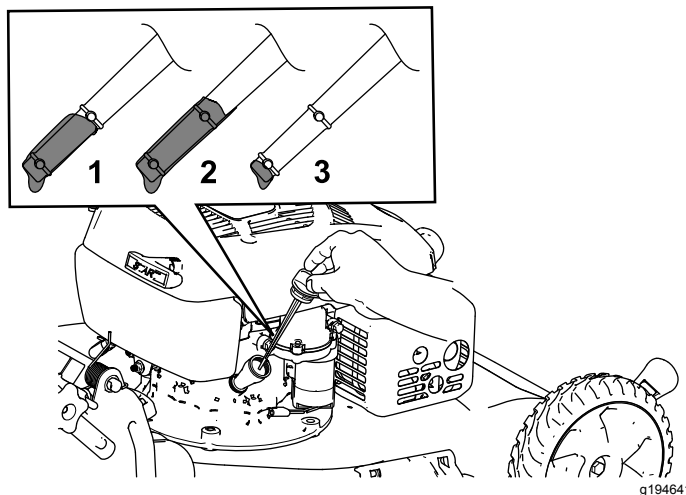

Figura 36
10. Observe el nivel de aceite en la varilla (Figura 36).